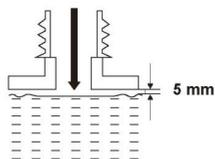

Fig. 10
4. Ajouter le carburant approprié dans le réservoir. Laisser au minimum un espace de 5 mm entre le niveau du carburant et le bord intérieur du réservoir pour permettre la dilatation du carburant (Fig. 10).